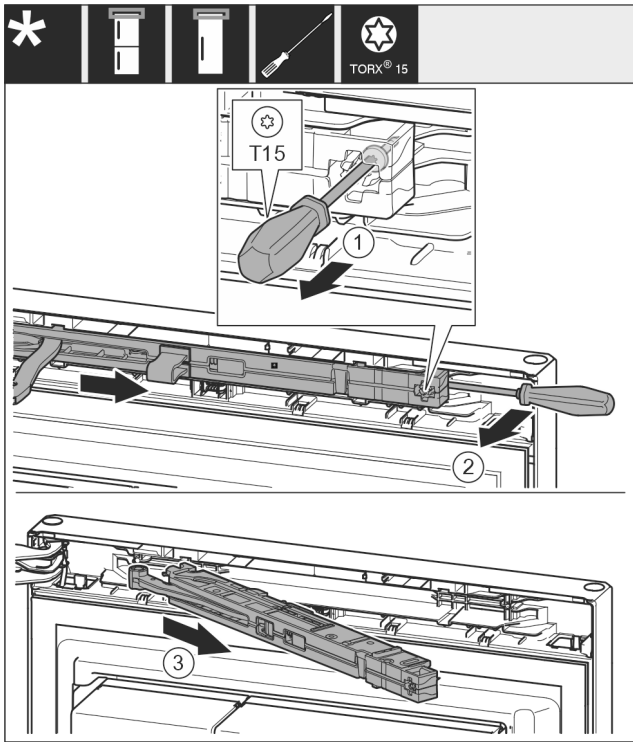

Fig. 15
- ▶ Allentare la vite Fig. 15 (1) sull'unità ammortizzatore di chiusura di 14 mm.
- ▶ Estrarre l'unità ammortizzatore di chiusura Fig. 15 (2) dal lato della maniglia facendo leva in avanti con un cacciavite.
- ▶ Estrarre l'unità ammortizzatore di chiusura Fig. 15 (3).